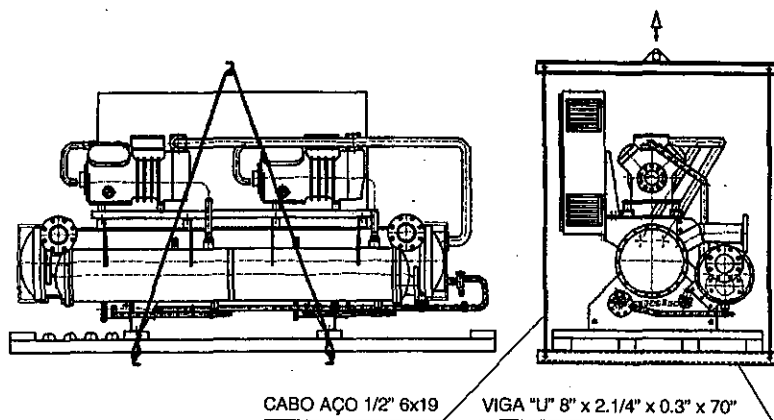

Figura 3a
1.8. Para içar a unidade, sugerimos utilize suportes conforme indicado abaixo na Figura 3a.